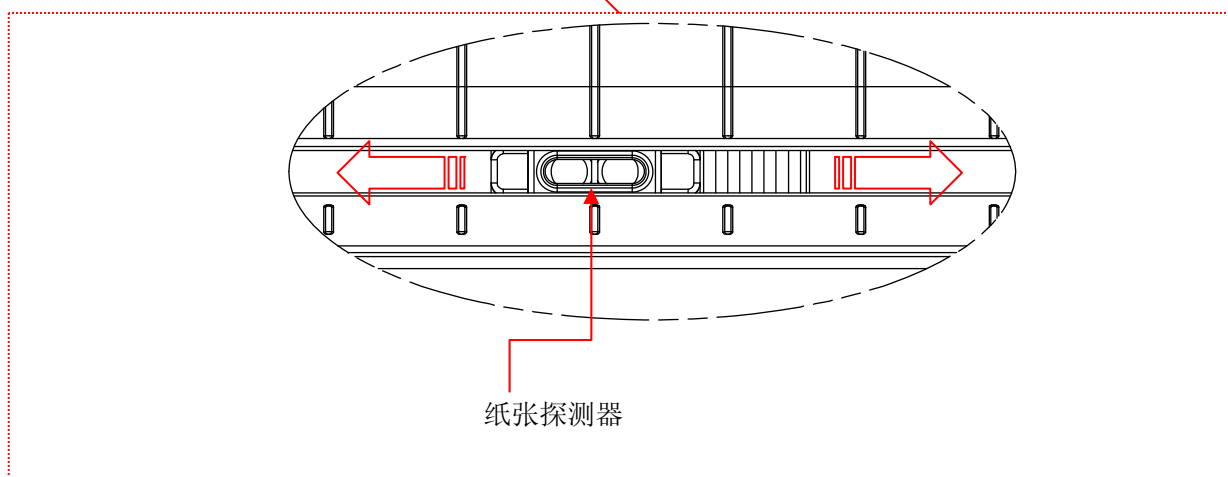
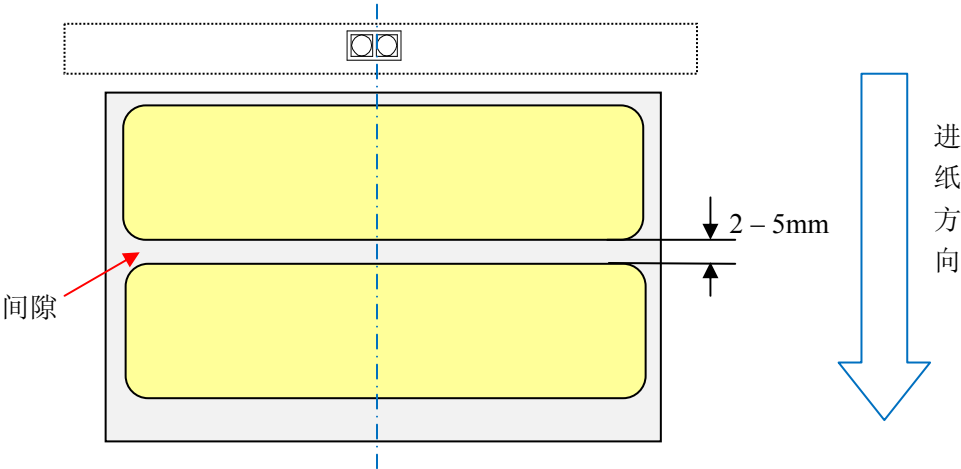
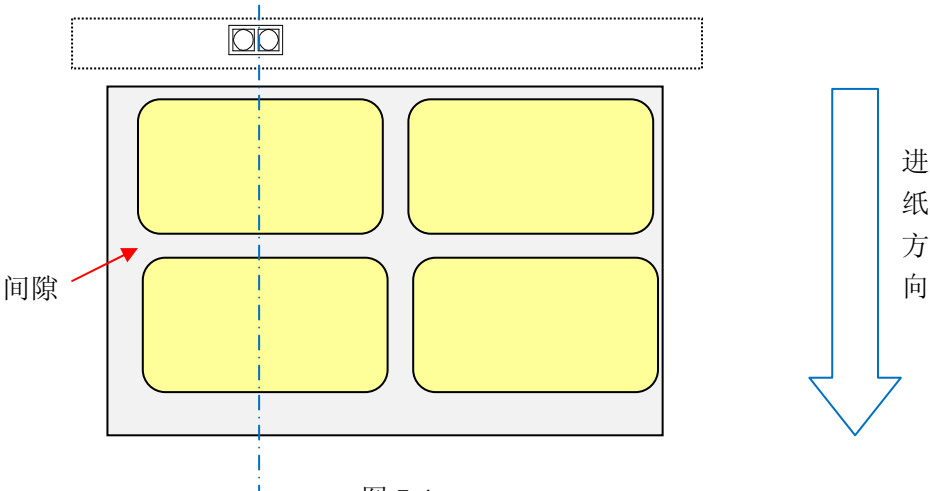
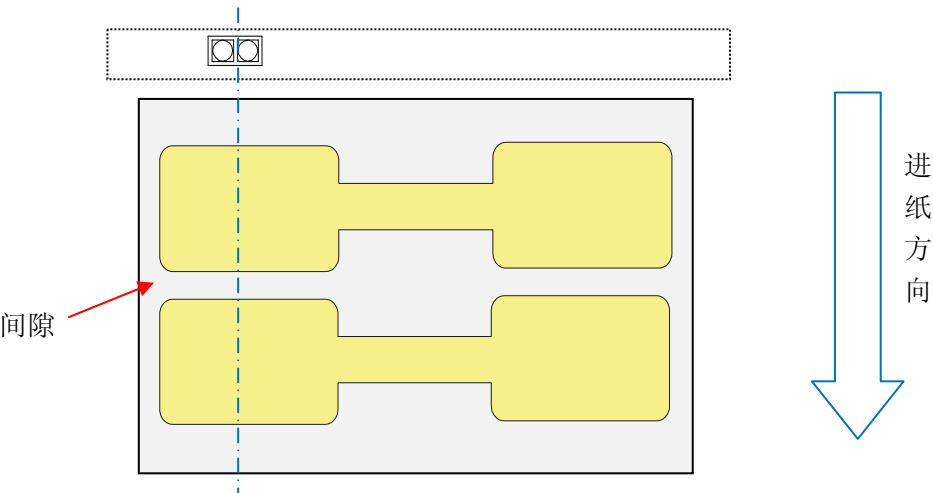

图 7-2
图 7-3
图 7-4
图 7-5
3. 用胶笔等非导电体左右拨动反射式纸张探测器到合适位置(图 7-2)；请参考图 7-3、图 7-4 和图 7-5 确定纸张探测器的位置。